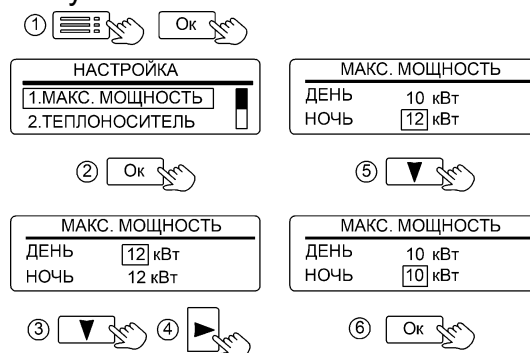

Рисунок 16. Настройка мощности прибора
11.1.1 «1.МАКС. МОЩНОСТЬ» - значение максимальной мощности прибора при его работе. При необходимости возможно ограничение мощности (см. рис. 16), при этом изменяется максимальное количество включаемых в работу ТЭН.